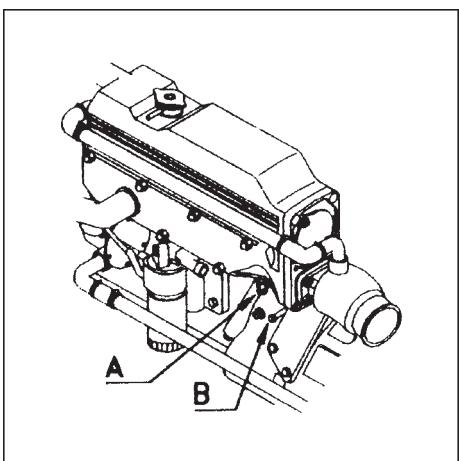

Рис. 8.5
Откройте два сливных крана, один из которых находится на теплообменнике (A), а другой — на блоке цилиндров (B), и слейте жидкость из системы (см. рис. 8.5).